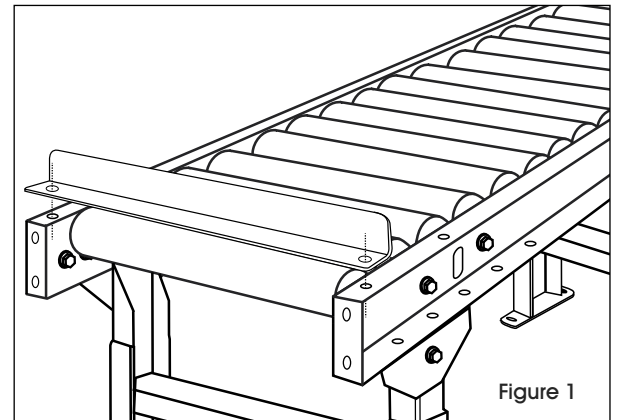

Figure 1
2. Alignez les trous de la butée d'extrémité sur ceux se trouvant sur l'extrémité du convoyeur. (Voir Figure 1)